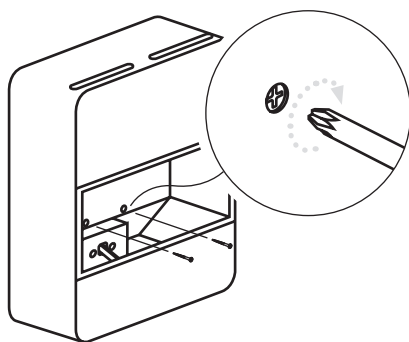

Рисунок 6.8 – Фиксация устройства
11. Установите крепежные винты внутрь устройства (рис. 6.8). Притяните ими устройство к стене, не прилагая чрезмерных усилий при затягивании (материал корпуса не должен продавливаться).